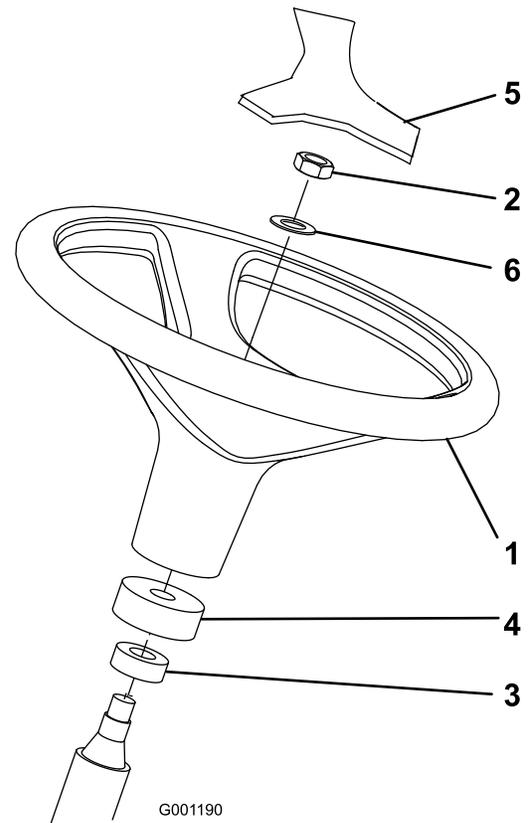

図 3
- ステアリングシャフトからジャムナットとワッシャを外す。ウレタン製カラーとダストカバーがシャフトについていることを確認する (図 3)。
- ハンドルとワッシャをステアリングシャフトにはめ込む (図 3)。
5. ハンドルにカバーを取り付ける(図 3)。